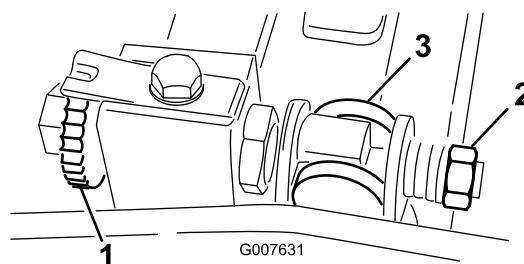

Figura 56
1. Rode o parafuso de ajuste da barra de apoio no sentido contrário ao dos ponteiros do relógio, para afastar lâmina de corte do cilindro (Figura 56).
2. Faça recuar a porca da mola tensora até que a anilha deixe de estar sob tensão contra a barra de apoio (Figura 56).